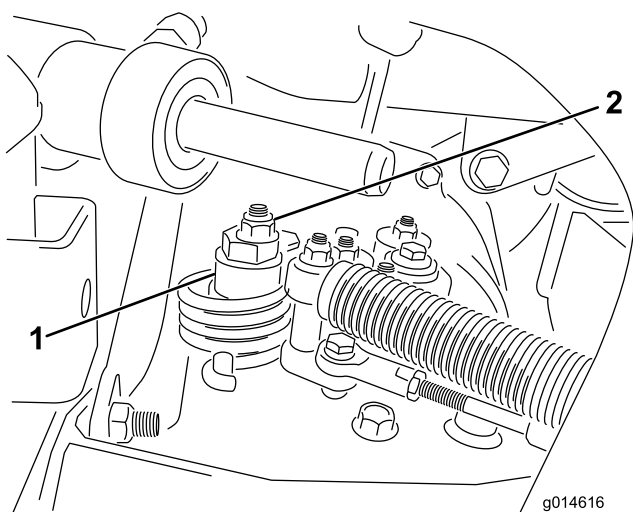

Рисунок 48
- A. Ослабьте гайку крепления эксцентрика к верхней части гидростата (Рисунок 48).
эксцентрик и регулировку (Рисунок 48). Проверьте регулировку в положениях дроссельной заслонки Slow ("Медленно") и Fast ("Быстро").